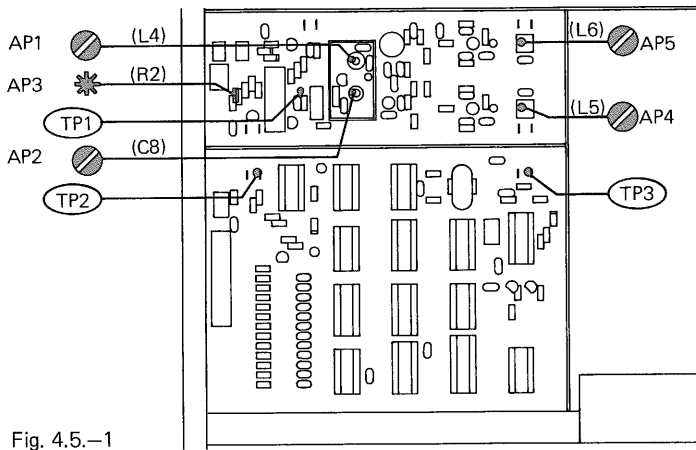

Fig. 4.5.-1
4.5.1. Gerät einschalten. Stationstaste 1 drücken (87.50 MHz). Mit Spulenkern AP1 (L4) eine Nachstimmspannung von  $4,5 \text{ V} \pm 0 \text{ V}$  einstellen (Fig. 4.5.-1).
4.5.1. With the tuner switched on, press station selector 1 (87.50 MHz). Adjust the slug in coil AP1 (L4) until a tuning voltage of  $4.5 \text{ V} \pm 0 \text{ V}$  is obtained (fig. 4.5.-1).
4.5.1. Enclenchez l'appareil. Appuyez sur la touche de station 1 (87.50 MHz). Réglez le noyau AP1 (L4) pour obtenir une tension d'accord de  $4,5 \text{ V} \pm 0 \text{ V}$  (fig. 4.5.-1).